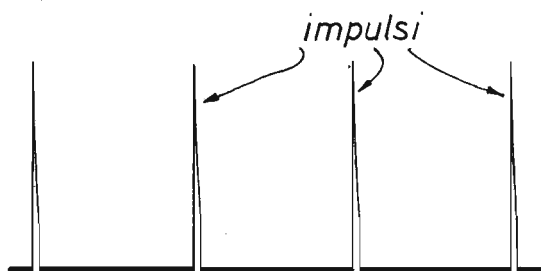

Fig. 4 - Queste sono le forme d'onda degli impulsi elettrici di tensione generati dal transistor UJT.
**Fig. 4 - Schema a blocchi interpretativo del funzionamento del generatore di suoni. I primi due blocchi rappresentano il DAC (Digital Analogic Converter), il terzo, l'oscillatore a frequenza variabile ed il quarto, l'amplificatore di bassa frequenza e di pilotaggio dell'altoparlante.**